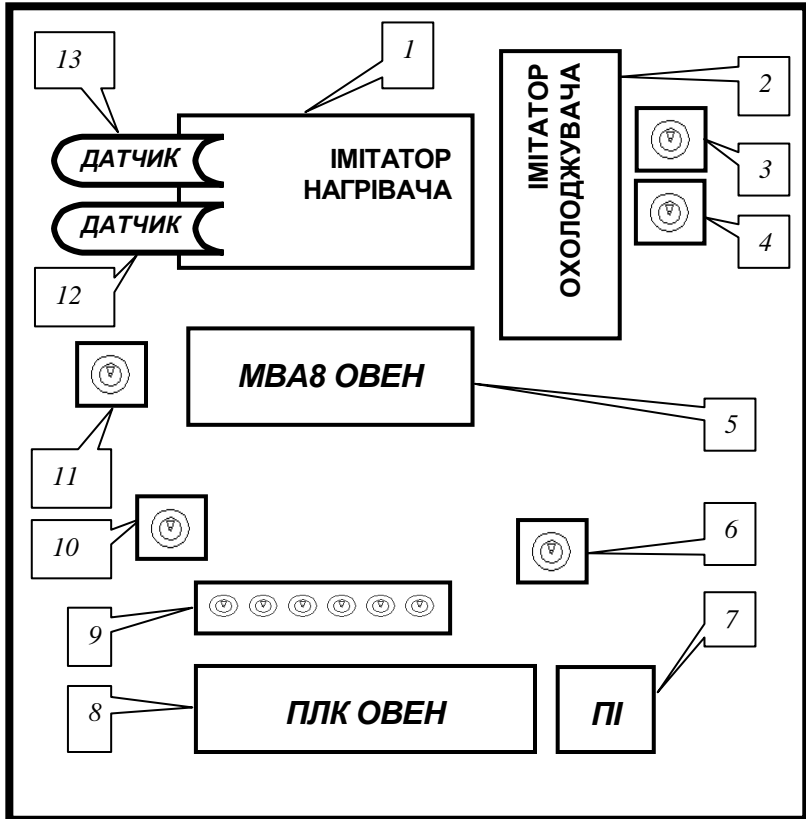

Рисунок 5.1 – Загальний вигляд стенда
Загальний вигляд стенда поданий на рис. 5.1, де виносками позначені: 1 – імітатор нагрівача; 2 – імітатор охолоджувача; 3 – імітатор аналогового сигналу (U~); 4 – імітатор аналогового сигналу (R~); 5 – модуль; 6 – імітатор аналогового сигналу для ПЛК (R~); 7 – перетворювач інтерфейсу; 8 – ПЛК; 9 – імітатор дискретних сигналів для ПЛК; 10 – імітатор дискретних сигналів для модуля; 11 – клавіша вмикання загального живлення стенда; 12, 13 – датчики температури. Нижче наданий опис елементів стенда:
12. Датчики температури (рис. 5.1, поз. *12* та *13*) – термометр опору та термопара. Тип та модель датчиків вказані на бирці.